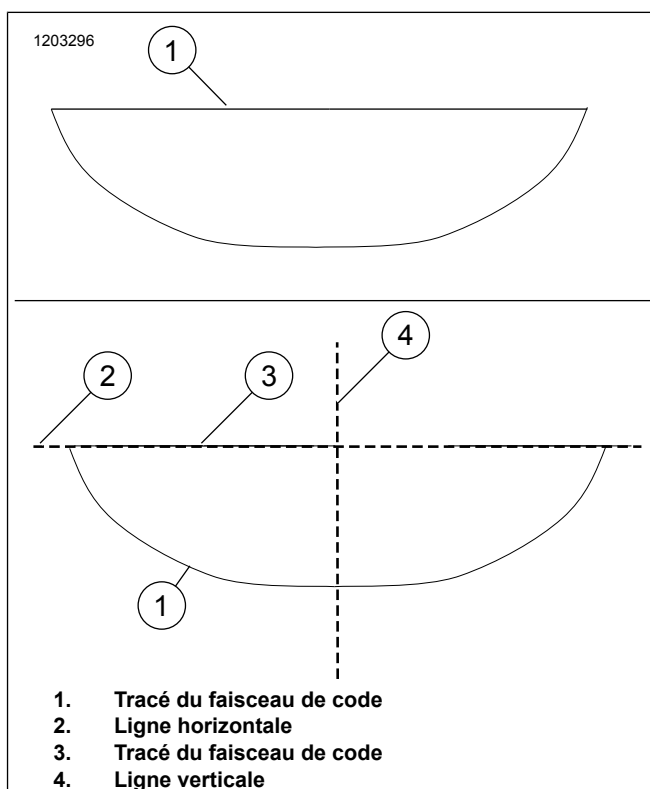

Figure 11. Alignement du faisceau de code
- Voir la figure 11. Aligner la ligne de découpe horizontale du tracé du faisceau de **code** (3) sur la ligne horizontale (2) dessinée sur le mur.